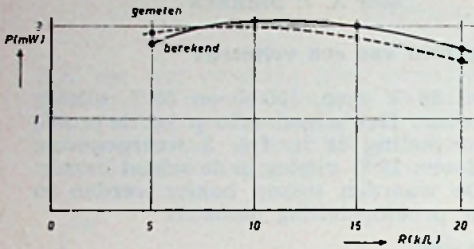

Fig. 3
b. In fig. 3 is het vermogen uitgezet tegen de weerstand: